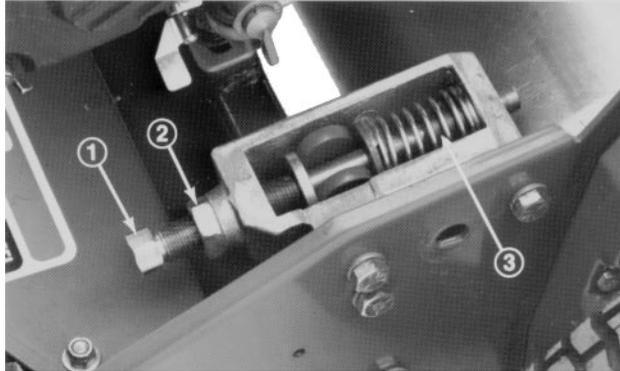
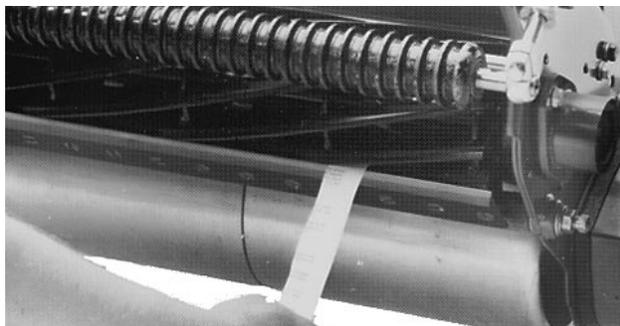

Bild 4
Bild 5
- Die vier Rollenlagerschrauben sowie die Schraube lockern, mit der die Mitläuferscheibe abgesichert ist. Die rechte Seite der Rollengruppe soweit anheben oder absenken, bis sich der Abstand auf weniger als 0,25 mm reduziert. Die Rollenlagerschrauben festziehen. Die Riemenstension einstellen und die Befestigungsschraube der Mitläuferscheibe festziehen (Bild 4).
- Die Maschine auf einer flachen, ebenen Fläche aufstellen. Sicherstellen, daß kein Kontakt zwischen Untermesser und Spindelmesser entsteht, indem die Klemmuttern auf den Untermessereinstellschrauben gelockert und die Einstellschrauben im Gegenuhrzeigersinn gedreht werden (Bild 4).
3. An einer Seite der Spindel einen langen Streifen Zeitungspapier von vorne zwischen Spindel und Untermesser einführen (Bild 5). Während die Spindel langsam vorwärts gedreht wird, die Untermessereinstellschrauben (an der gleichen Spindel­seite) um jeweils eine Flachstelle drehen, bis das Papier leicht gekniffen wird, wenn es von vorne, parallel zum Untermesser, eingeführt wird, was zu geringem Widerstand führt, wenn am Papier gezogen wird (Bild 4).
5. Nach der Einstellung kontrollieren, ob die Spindel das Papier kneifen kann, wenn es von vorne eingeführt wird und das Papier schneidet, wenn es im rechten Winkel zum Untermesser eingeführt wird (Bild 5). Die Möglichkeit muß bestehen, Papier mit minimalem Kontakt zwischen Untermesser und den Spindelmessern zu schneiden. Wenn zu hoher Spindelwiderstand spürbar ist, muß die Mähspindel entweder geschärft oder geschliffen werden, um die für den Präzisionschnitt erforderlichen Schärfe der Schnittkanten zu realisieren (siehe Toro Handbuch zum Schärfen und Schleifen).
WARNUNG: Beim Entfernen der Untermesserleiste mit Vorsicht vorgehen, da die Federn der Einstellschrauben (Bild 4) gespannt sind und plötzlich abspringen können.